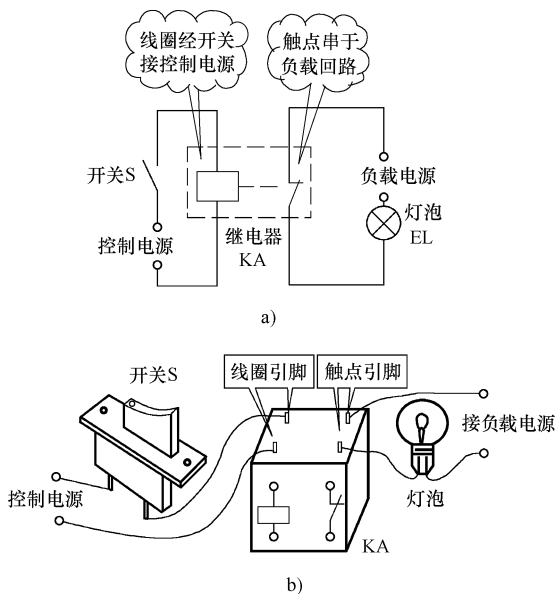

图 1-27 继电器常闭（动断）触点的动作原理
(2) 继电器常闭（动断）触点的动作原理 如图 1-27 所示，合上开关 S，继电器 KM 线圈两端加入额定电压，电磁线圈中有电流流过，其常闭（动断）触点断开，灯灭。